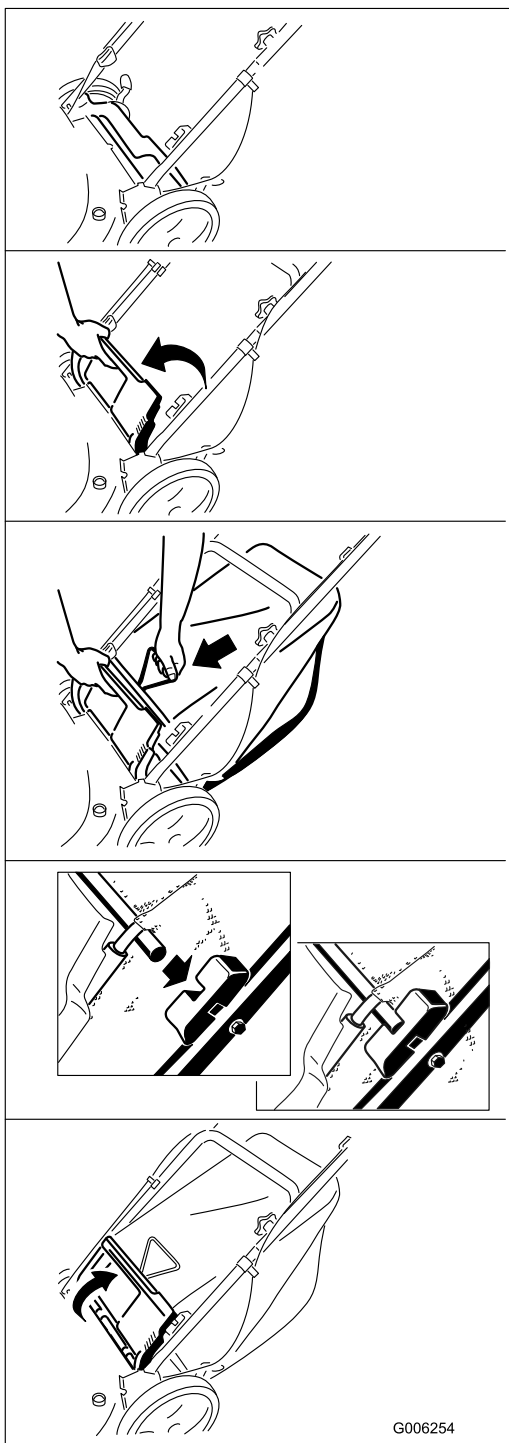

Figura 20
2. Instale la bolsa de recortes (Figura 20).